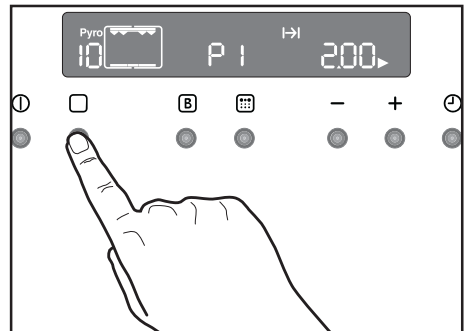

Abb. 19
1. Schalten Sie mit der Taste  den Backofen ein. Drücken Sie die Taste  solange, bis das Symbol der Funktion "Pyro"  (Stufe 1 - P I) auf dem Display eingeblendet wird (Abb. 19).